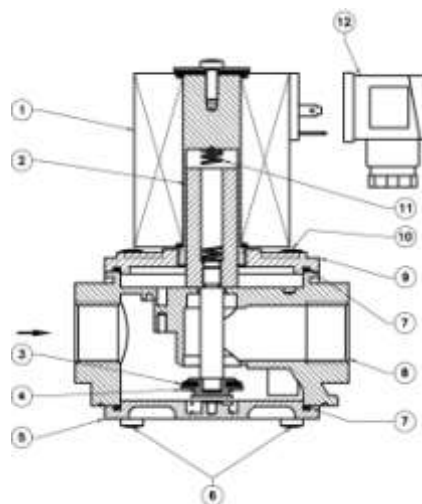

Рис. 1
- **DN 65 ÷ DN 100:** (см. рис. 1) Отпустить гайку (11) и снять электромагнитную катушку (1 и 6). Отпустить винты крепления (8) и осторожно снять крышку (7 и 10) с корпуса клапана (5). Проверить состояние затворов (3 и 4) и, при необходимости, заменить резиновую прокладку. Прочистить, продуть или, при необходимости, заменить фильтрующий элемент (9). Собрать клапан, выполняя обратную последовательность действий.
Клапан (рис. 1) состоит из: электромагнитная катушка (1); подвижный сердечник (2); уплотнительная кольцо (3); затвор (4); нижняя панель (5); винты крепления нижней панели (6); уплотняющая прокладка (7); корпус (8); верхняя крышка (9); винты крепления верхней крышки (10); пружина (11); электрический коннектор (12).